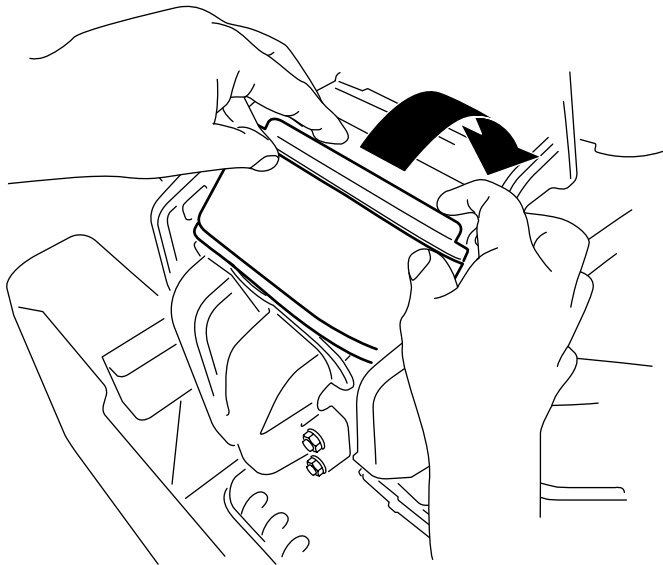

Figura 42
3. Introduzca el filtro en la cámara, girándolo para asentarlos correctamente contra el colector (Figura 42).